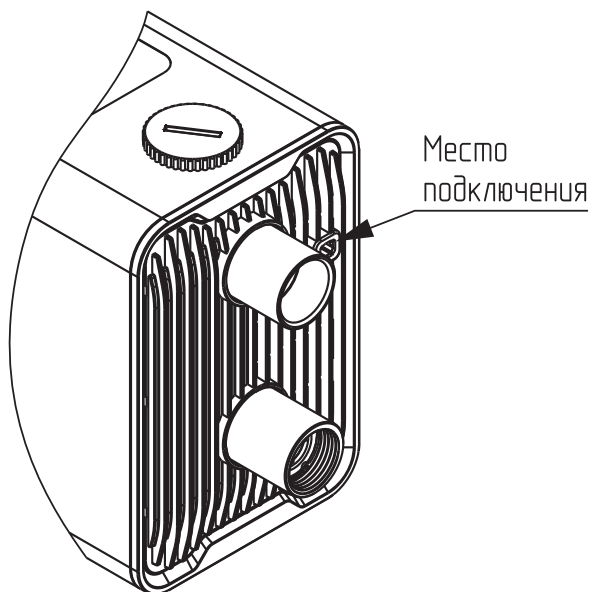

Рис. 10 Параллельное подключение насосов
1. Подключите оба насоса по сигнальному проводу (**Рис. 10**) (приобретается отдельно, арт. DU4991100453);